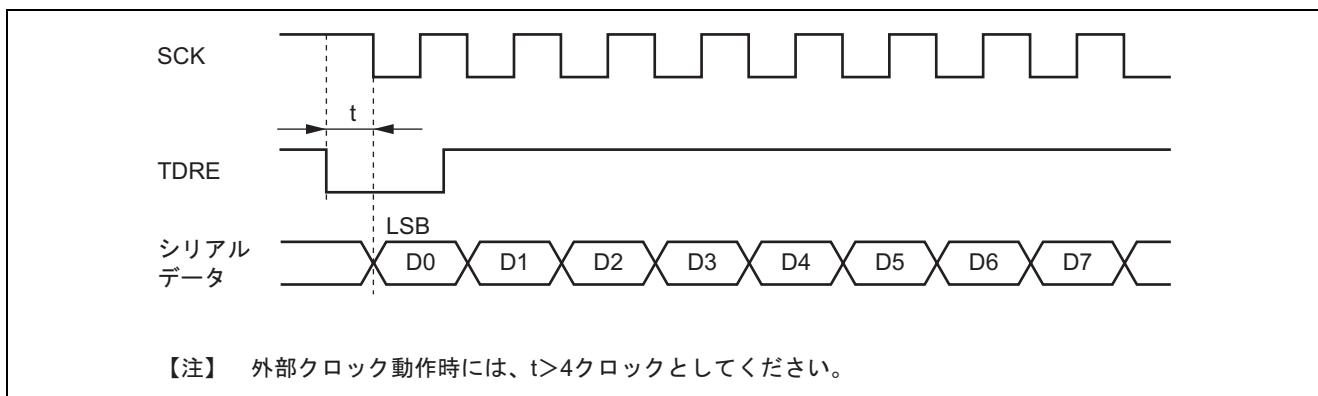

図 16.35 DTC によるクロック同期式送信時の例
- 同期クロックに外部クロックソースを使用する場合、DMACまたはDTCによるTDRの更新後、 ϕ クロックで5クロック以上経過した後に送信クロックを入力してください。TDRの更新後4クロック以内に送信クロックを入力すると誤動作することがあります（図16.35参照）。